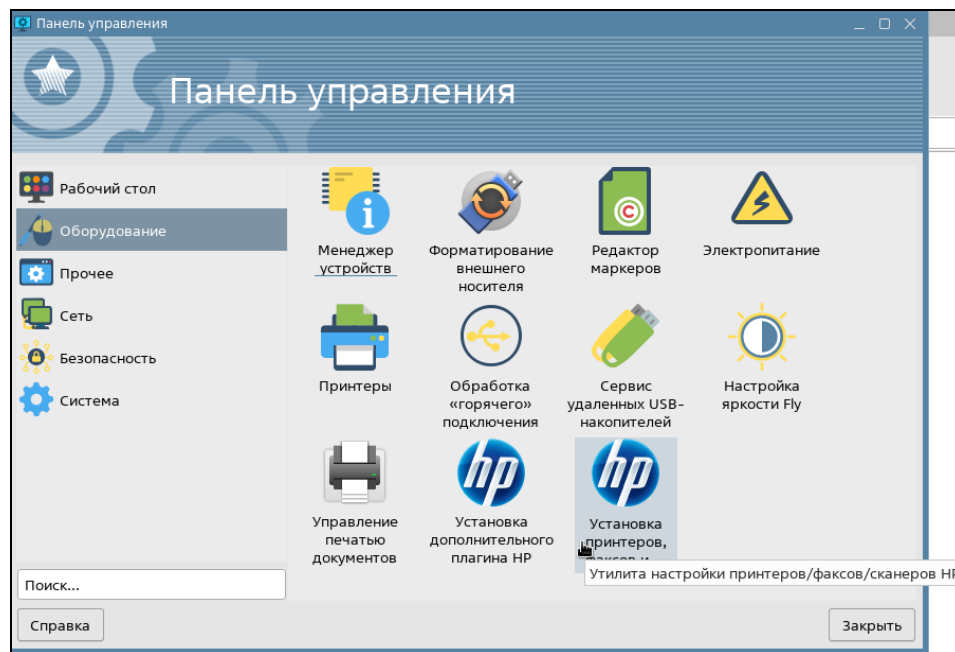

Рисунок 91 — Панель управления. Подключение оборудования
- 1) В панели управления ОС запустить **Утилиту настройки принтеров HP** (рис. 91);